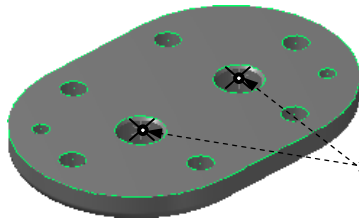

图 16.15 选取钻孔的点
Step1. 选择下拉菜单 **I 刀具路径**  **I 钻孔** 命令，系统弹出“选取钻孔的点”对话框，选取图 16.15 所示的两个圆的中心点为钻孔点。